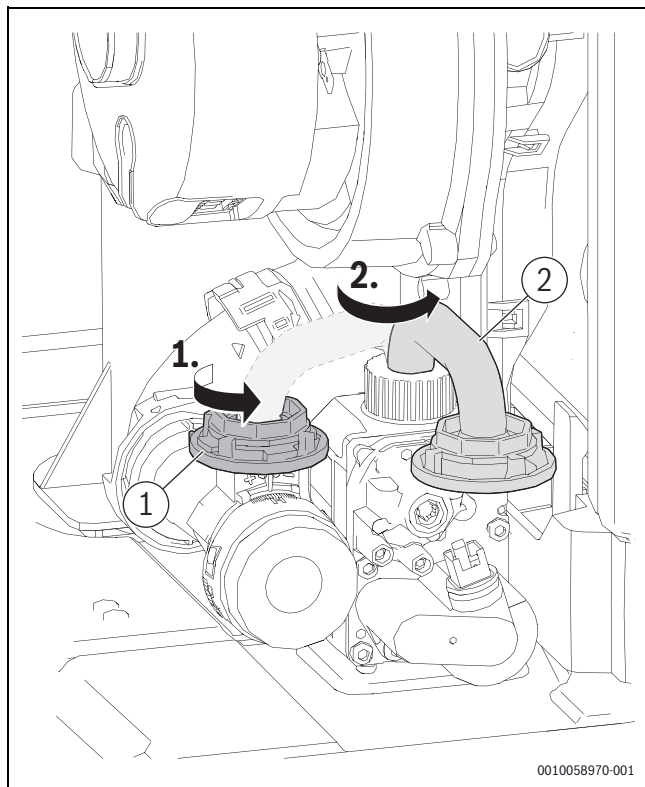

Bild 87 Verriegelung der Einstelldüse öffnen
- ▶ Um das kleine Gasrohr [2] wieder anzuschließen, Gasrohr nach links bewegen und Verriegelung der Einstelldüse [1] schließen (→ Bild 87, Seite 67).